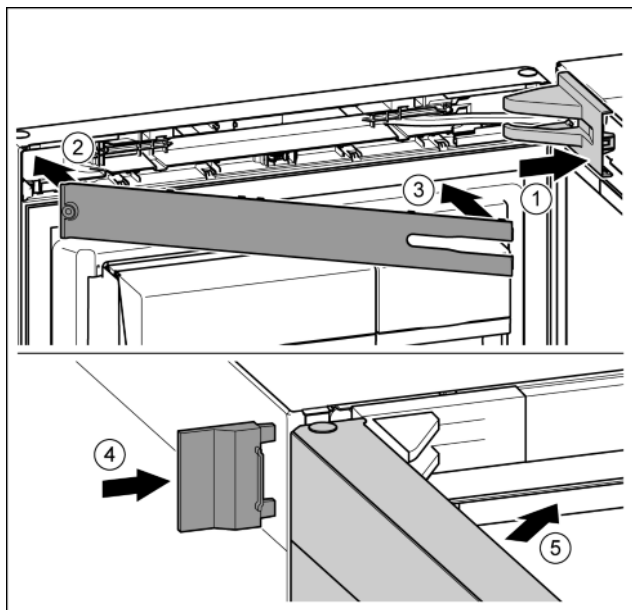

Fig. 23
- ▶ Поставете и фиксирайте капака на лагерната стойка, при нужда внимателно го натиснете настрани. *Fig. 23 (1)*
- ▶ Поставете капачката. *Fig. 23 (2)*
- ▶ Завъртете навътре капачката и я фиксирайте. *Fig. 23 (3)*
- ▶ Нахлузете външния капак. *Fig. 23 (4)*
- ▶ Затворете горната врата. *Fig. 23 (5)*